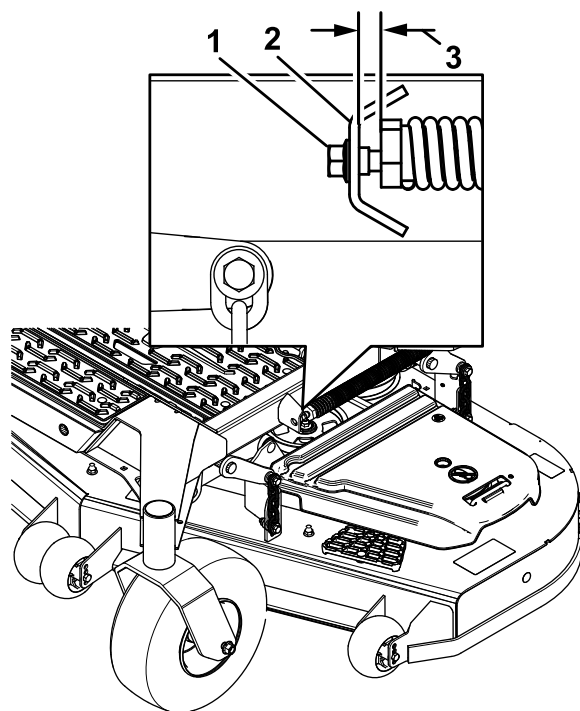

Figura 87
10. Slăbiți încet urubul de reglare al arcului de asistare pentru ridicare, până când puteți îndepărta urubul (**Figura 87**).